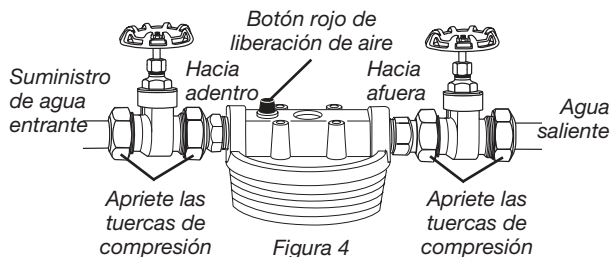

Figura 4
7. Coloque la cabeza del filtro y las válvulas de cierre a la tubería. Cerciérese de que el puerto de entrada "IN" con el botón rojo de liberación de aire esté conectado al tubo de suministro de agua entrante. Apriete las tuercas de compresión a ambos lados de las válvulas (ver Figura 4). (En 4 puntos.)